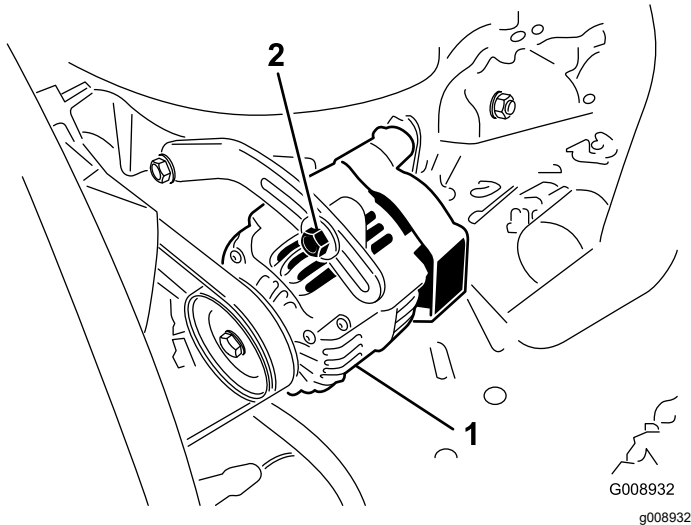

Bild 56
2. Lockern Sie bei einer Durchbiegung von mehr oder weniger als 10 mm die Befestigungsschrauben der Lichtmaschine (Bild 56).